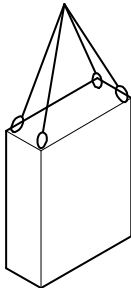

Abb. 7
1. Seile, Gurte oder Mehrpunktgehänge entsprechend Abb. 7 anschlagen.